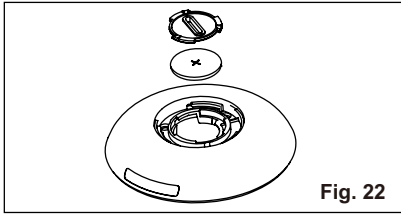

Fig. 22
- 3.** Allo stesso modo aprire il coperchio di protezione all'interno e togliere la batteria. (Fig. 22)